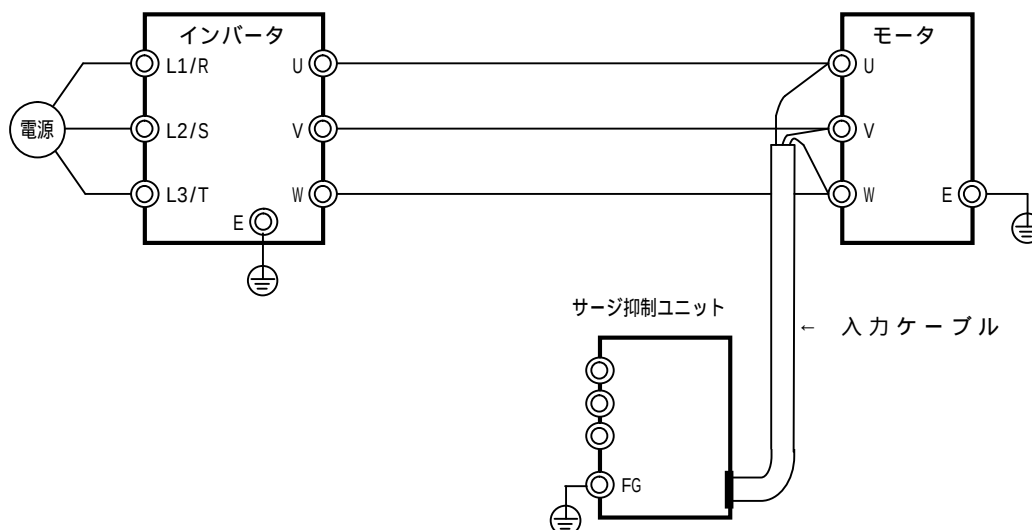

図 3.1 主回路端子の接続図
(1)入力ケーブルおよび接地端子（FG）は正しく接続されていますか。（図 3.1 参照）